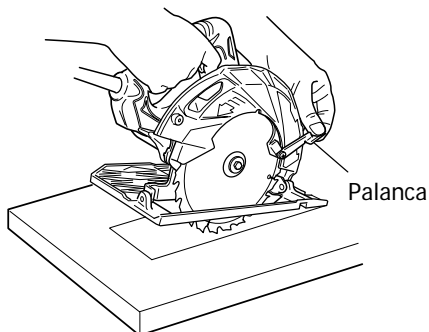

Fig. 14
1. Marque claramente el área de corte deseada con líneas en todos los lados. (Consulte la Fig. 14.)
3. Empuje la palanca completamente hacia atrás para que la cuchilla quede expuesta como se muestra en la Fig. 14.